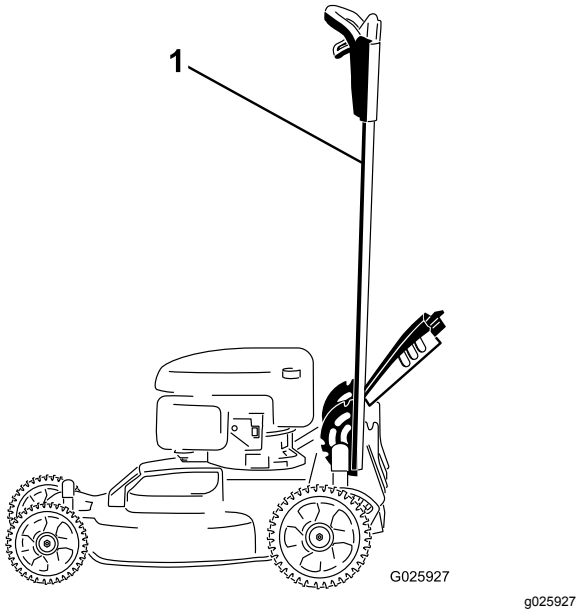

Bild 37
1. Arretieren Sie den Holm in der vertikalen Stellung (**Bild 37**), siehe Einstellen der Holmhöhe (Seite 12).